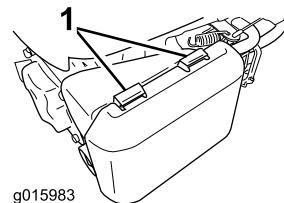

Figura 24
- Presione hacia abajo los cierres de la parte superior de la tapa del limpiador de aire (Figura 24).